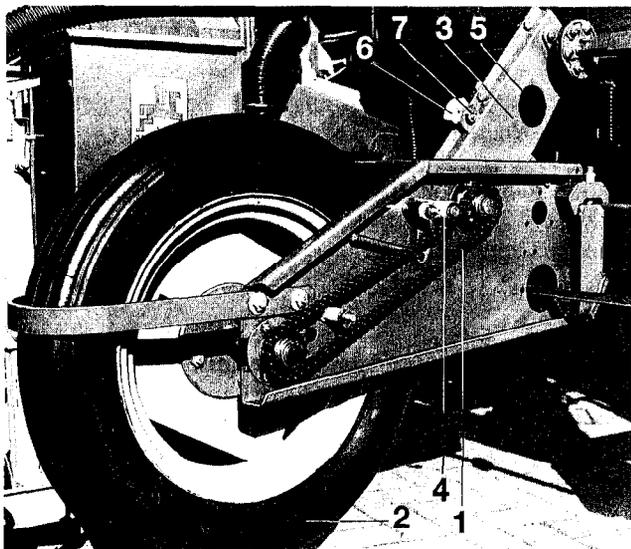

Fig. 78
4. **Antriebskette (Fig. 78/1) vom Antriebsrad (Fig. 78/2) zum "Kettentrieb unten" (Fig. 78/3).** Diese Kette ist mit einem federbelasteten Kettenspanner ausgerüstet. Zur Kontrolle der Kettenspannung Kettenkasten abnehmen. Hat sich die Kette derart gelängt, daß der Kettenspanner nicht mehr wirksam ist, Kette entsprechend kürzen.
5. **"Kettentrieb unten" (Fig. 78/3).** Schutzkappe (Fig. 78/5) entfernen, Kettenspannung kontrollieren und evtl. durch Spannklotz (Fig. 78/6) nachspannen. Hierzu Schraube (Fig. 78/7) lösen und durch Herunterdrücken des Spannklotzes richtige Kettenspannung herbeiführen, Schraube wieder festziehen und Schutzkappe montieren.